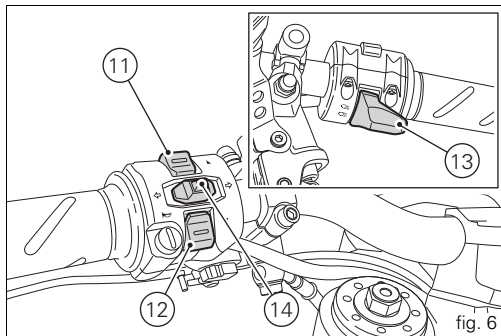

fig. 6
11) CONTROL SWITCH (fig. 6)
12) CONTROL SWITCH (fig. 6)
13) HIGH-BEAM FLASHER BUTTON FLASH (fig. 6)
14) TURN INDICATORS OFF Button (fig. 6)